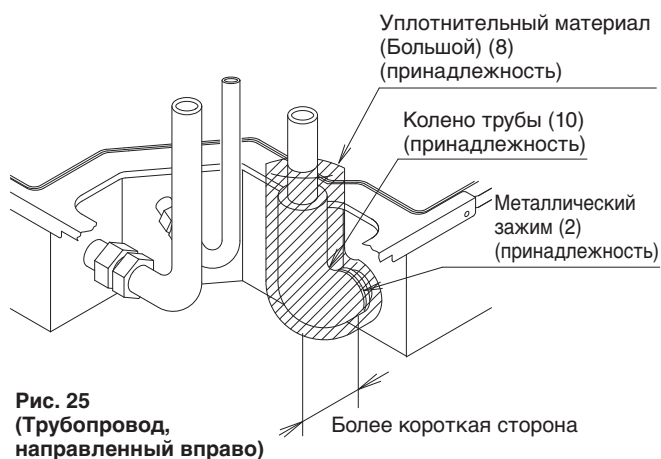

Рис. 25
- (1) **Выполните установку дренажного трубопровода.** Выполните установку дренажного трубопровода так, чтобы был обеспечен дренаж.
- Дренажный трубопровод можно подсоединить с 3-х направлений. (См. Рис. 25, 26 и 27)
2. Вставьте дренажный шланг (1) и колено трубы (10) в основание дренажного гнезда. Затяните металлический зажим (2) вставленного конца шланга в пределах обмотанной ленты с крутящим моментом в  $1,35 \pm 0,15 \text{ Н}\cdot\text{м}$  ( $135 \pm 15 \text{ Н}\cdot\text{см}$ ). (См. Рис. 25, 26, 27 и 31)
4. Изолируйте металлический зажим (2), дренажный шланг (1), колено трубы (10) прикрепленным уплотнительным материалом (Большим) (8). (См. **Рис. 25, 26, 27 и 33**) (Металлический зажим (2) может запотеть и может стекать конденсация.)